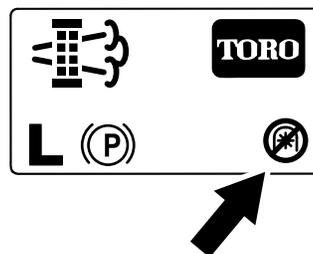

Bild 47
**Hinweis:** Auf dem Homebildschirm wird das Symbol für eine deaktivierte Zapfwelle (Bild 47) angezeigt.
**Hinweis:** Auf dem Homebildschirm wird das Symbol für eine deaktivierte Zapfwelle angezeigt, siehe Bild 47 in Meldungen zu geparkter Regenerierung \(Seite 43\), angezeigt.